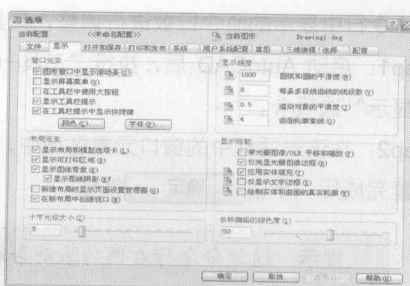

图 1.4.2
Step2: 在“显示”选项卡面板中,拖动十字光标大小区域中的滑块,改变光标的大小。一般十字光标为 1-100 的取值范围,100 表示将十字光标全屏显示。如果设置数值越大,十字光标将越长,设置完成后,按下按钮,如图 1.4.2。